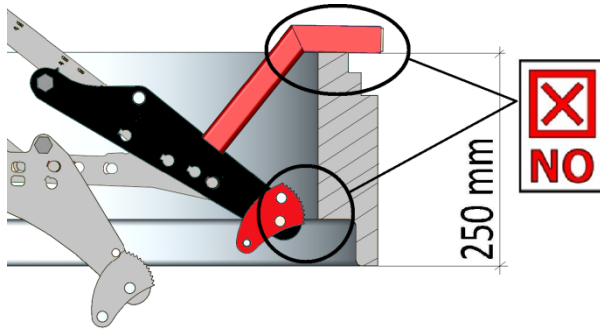

Bild 1
**Bild 1** näyttää kaivonrenkaan, jonka kokonaiskorkeus on vähintään 250 mm ilman "Adapterisarja SVZ-UNI:n tukeen" (44000079).